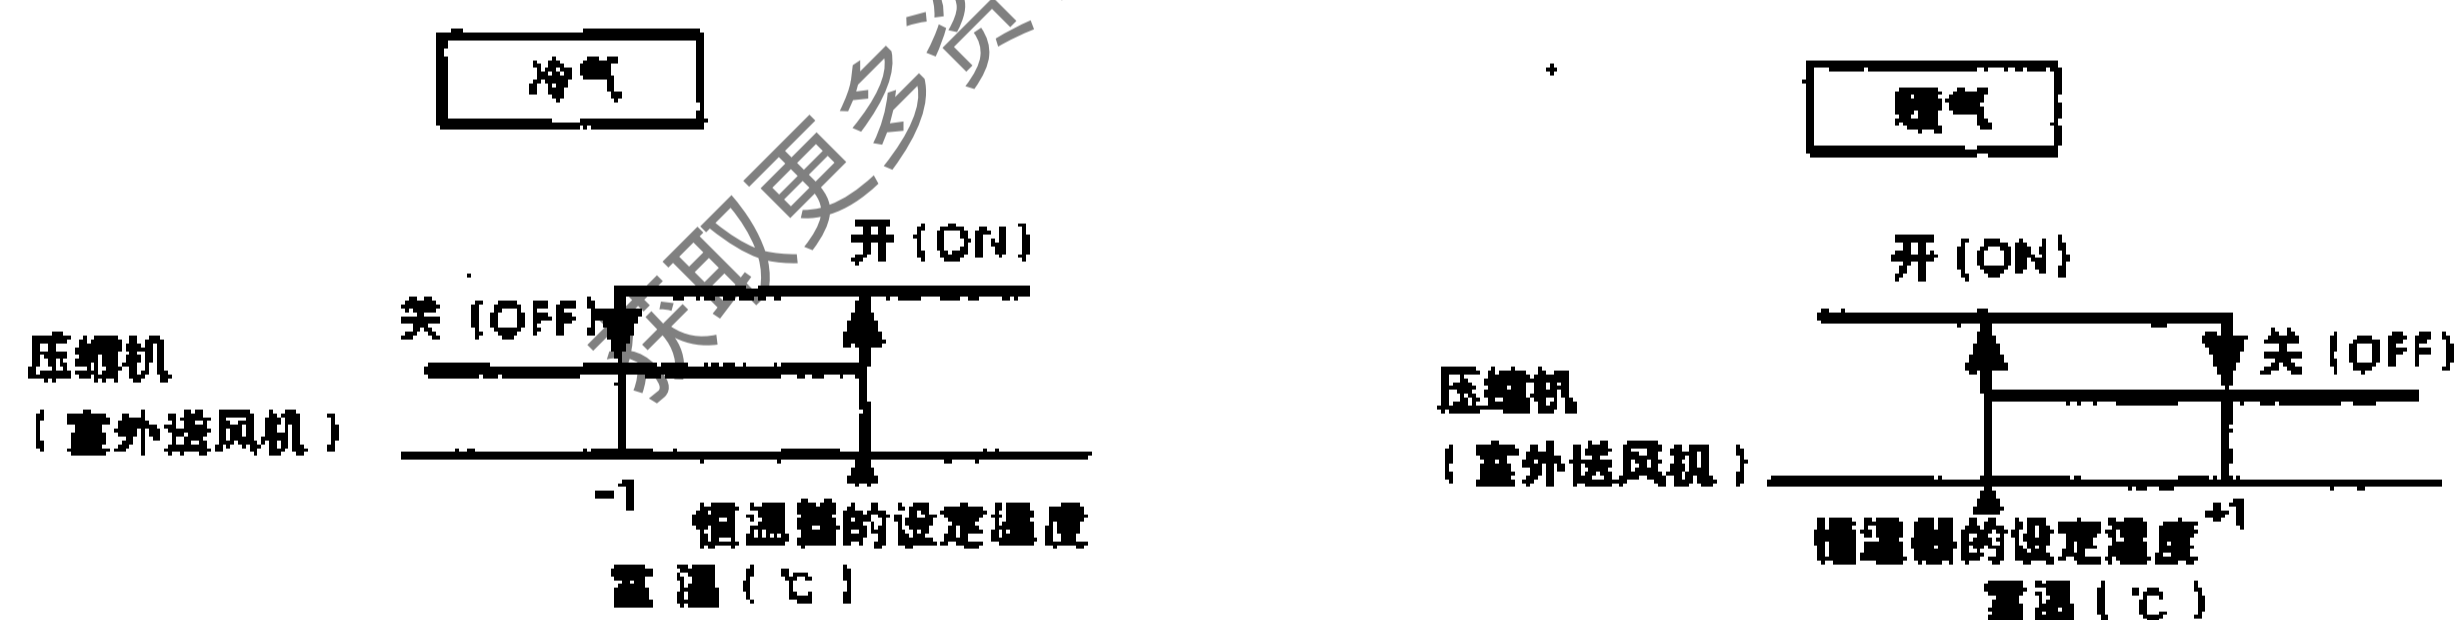

图 1-3-15
- 2) 如图 1-3-15 所示，根据设定温度使压缩机和室外送风开 (ON) 一关 (OFF)。